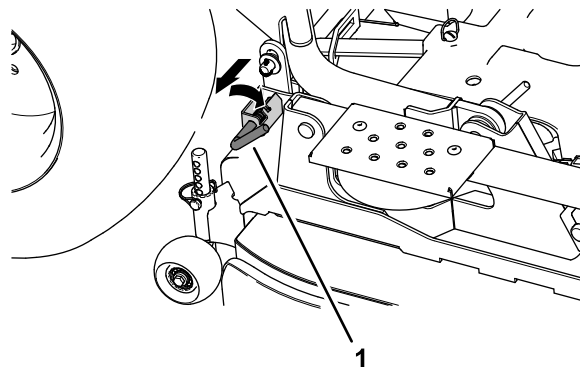

Figura 113
- Antes de baixar a plataforma, empurre e rode os pinos da articulação traseira em ambos os lados da plataforma do cortador (Figura 113).
13. Rode os pinos da articulação traseiros para engatar as articulações de elevação traseira da plataforma do cortador; consulte Figura 113 em Remoção da plataforma do cortador \(página 76\).